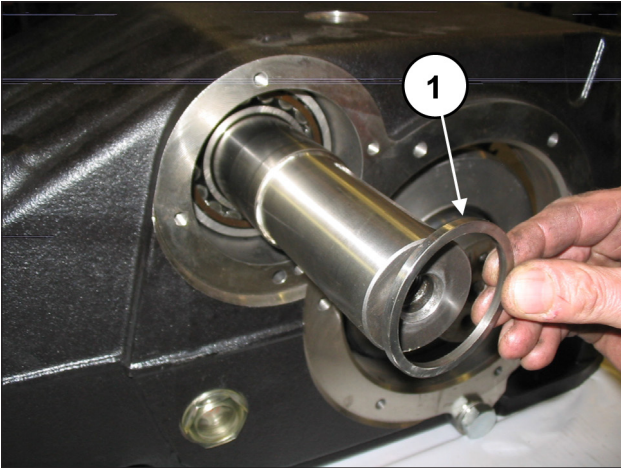
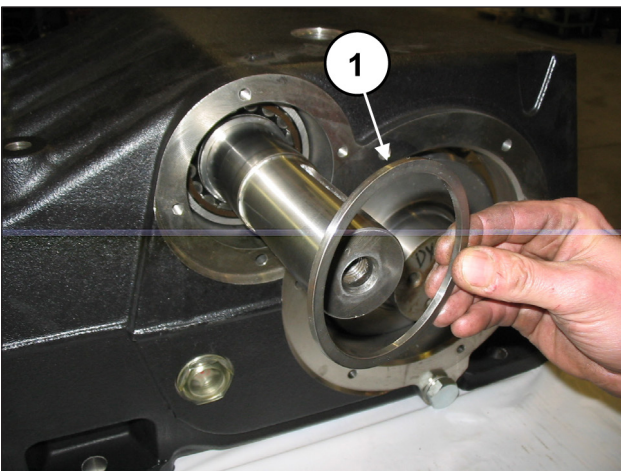

Abb. 60
Abb. 61
Setzen Sie auf beiden Seite den inneren Distanzring des Lagers (Pos. ①, Abb. 60) und den äußeren Ring ein (Pos. ①, Abb. 61).